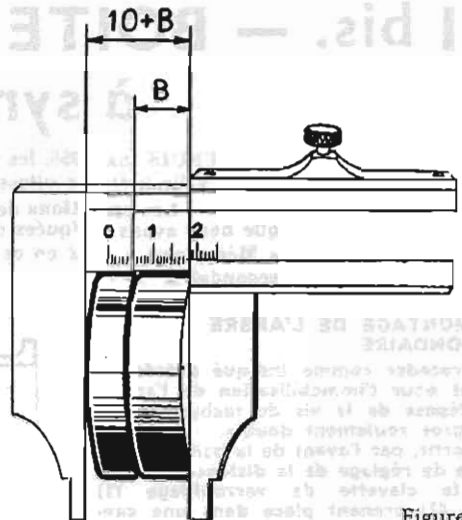

Figure 26
Mesurer la largeur (B) du roulement en le montant sur l'outil RS 24 B (fig. 26) : cote lue au pied à coulisse ou au palmer, diminuée de 10 mm (ces 10 mm représentent l'épaisseur du plateau rectifié, serré avec le roulement).